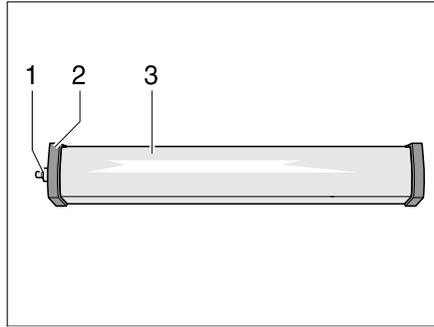

Bild 261 Raumleuchte
- Kappe (Bild 261,1) abschrauben.
- Deckel (Bild 261,2) abnehmen.
- Leuchtenabdeckung (Bild 261,3) leicht zusammendrücken und abnehmen.